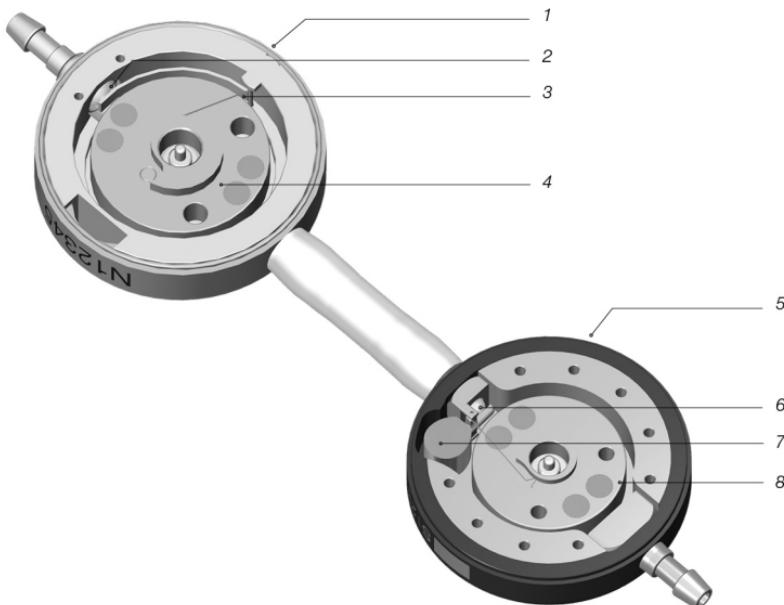

Fig. 1: Tværsnit af M.blue plus
M.blue plus er en ventil, der er fremstillet af titantium. Den består af en indstillelig differenstrykhenhed (heraf efter også betegnet som proGAV 2.0) og en indstillelig gravitationsenhed (heraf efter også betegnet som M.blue) (fig. 1). Den indstillelige differenstrykhenhed i den proksimale del af ventilen (1) består af et stabilt titanhus, i hvis forreste del der er integreret en afprøvet kugle-konus-ventil (2). En torsionsfjeder (3) bestemmer åbningstrykket i denne enhed. Via en rotor (4), der er lejet drejeligt, kan forspændingen af fjederen og dermed ventilåbningstrykket gennem huden indstilles.